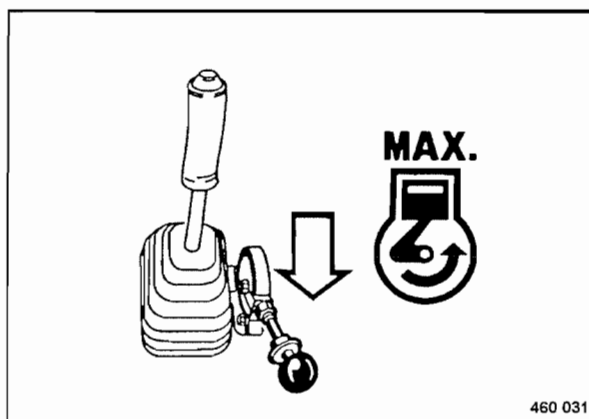

Fig. 48
- Colocar la palanca reguladora de revoluciones (Fig. 48) en posición "MAX" y encajarla.